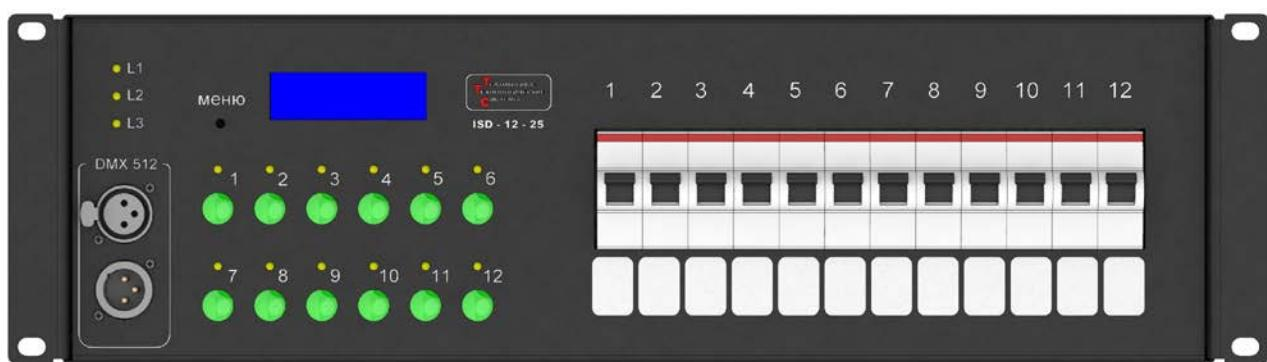

Рисунок 2: Передняя панель свитчера
3. Через разъёмы «DMX-512» на передней панели (Рисунок 2) подключить прибор к линии управления DMX-512.
На передней панели прибора (Рисунок 2) расположены: